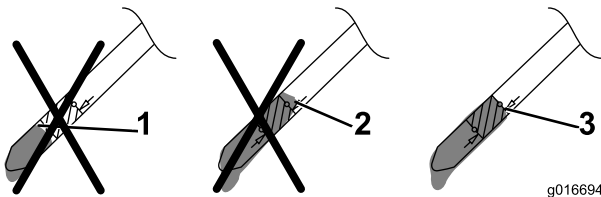

Figura 35
11. Retire la varilla y compruebe el nivel de aceite en la varilla; consulte Figura 35.
- Si el nivel de aceite es demasiado bajo, añada una pequeña cantidad de aceite **lentamente** por el tubo de llenado y repita los pasos 9 a 11 hasta que el nivel del aceite sea correcto, según se muestra en Figura 35.